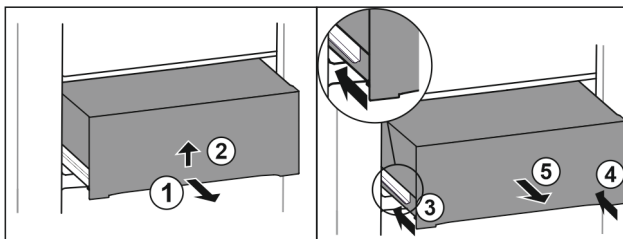

Fig. 48
- ▶ Tirer le tiroir jusqu'à mi-chemin. Fig. 48 (1)
- ▶ Soulevez le tiroir par le bas. Fig. 48 (2)
- ▶ Rentrer le rail de gauche. Fig. 48 (3)
- ▶ Rentrer le rail de droite. Fig. 48 (4)
- ▶ Retirer le tiroir par l'avant. Fig. 48 (5)